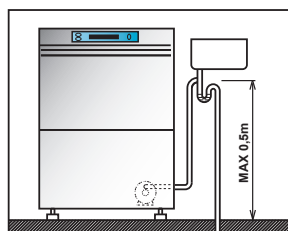

Bild 9.
- Avloppsslangens max. höjd = 50 cm. (se bild 9).